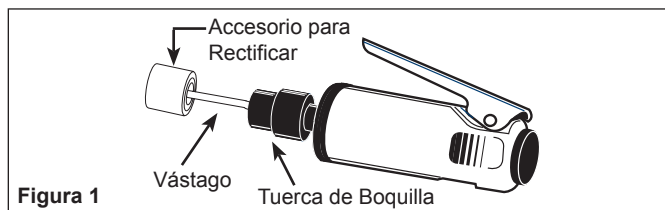

Figura 1
1. Introduzca el extremo del accesorio para rectificadora dentro del orificio de la boquilla (Vea la Figura 1).